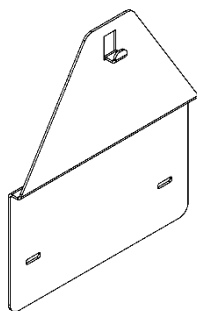

Рисунок 6. Переходная планка
7.2.3 При установке аппарата на место где ранее был установлен аппарат марки «NEVA» или «BaltGaz», который крепился к стене с помощью двух крючков, можно выкрутить данные крючки и использовать отверстия для установки переходной планки (см.рис. 6). Переходная планка 081200-00.050 позволяет смонтировать аппарат с использованием уже имеющихся крепежных отверстий в стене. Переходная планка приобретается отдельно в фирменных магазинах или на сайте baltgaz.ru.